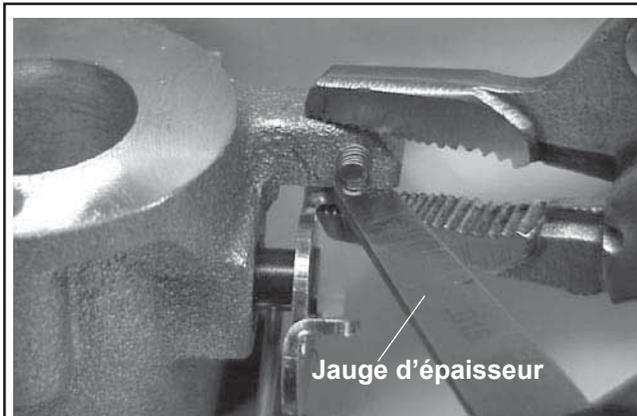

Figure 5B-39. Introduction de la jauge d'épaisseur (moteurs sans vis d'arrêt).
- b. Sur les moteurs sans vis d'arrêt, tourner la plaque et le petit arbre de l'accélérateur dans la position d'« ouverture complète du papillon » de sorte que la queue de la plaque du petit arbre de l'accélérateur soit posée contre l'extrémité de la vis d'arrêt de haut régime. Voir la Figure 5B-38. Fixer temporairement dans cette position.